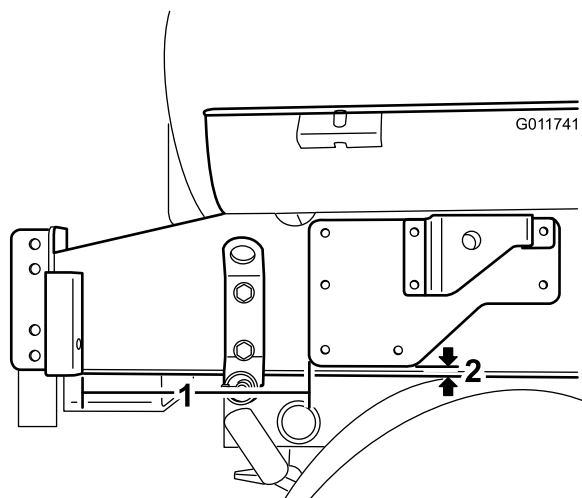

Figure 2
3. Placez le support droit sur le côté droit de la cuve, comme illustré à la Figure 2. Avec un pointeau, marquez l'emplacement des 8 trous dans le support.